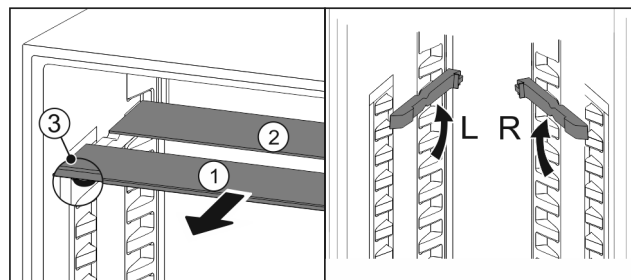

Fig. 119
- ▶ Glasplatten einzeln nach vorne herausziehen (Fig. 119 (1)).
- ▶ Glasplatte Fig. 119 (1) mit Zierleiste liegt vorne.
- ▶ Stopps Fig. 119 (3) zeigen nach unten.